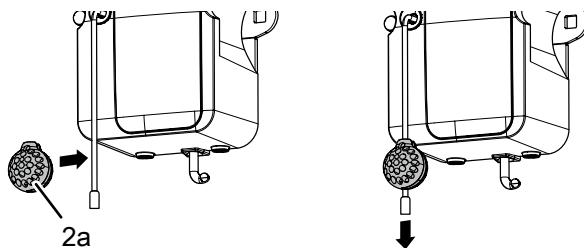

Fig. 10: Upphäva inbrottsskyddet
Håll upp spiralkabeln (25) vertikalt - se bild 10. Den horisontala kabeln får inte töjas mer än max. 3 gånger den ursprungliga längden. Fixera kabelklämmen (22) i knäckpunkten. Håll kabelklämmen (22) mot väggen och markera. Borra hålet, sätt i pluggen (20) och skruva fast kabelklämmen (22) med skruven (12).